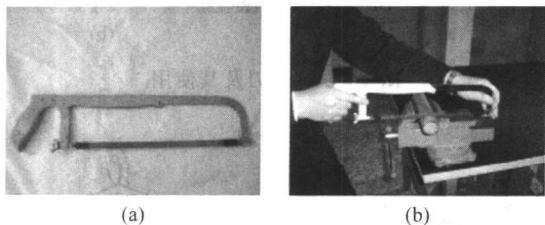

图 1-9 钢锯及其使用
(9) 钢锯,又叫手钢锯,如图 1-9(a)所示,是一种用来锯割大截面导线、电缆、金属材料及其他材质的一种工具。使用时,锯条不宜安装得过紧或过松,并使锯齿的方向朝外。正确的握锯姿势如图 1-9(b)所示。起锯时要平稳,推拉速度要均匀,用力要适度,以免损坏锯条或锯齿。锯割动作结束前应先要适当放慢速度。